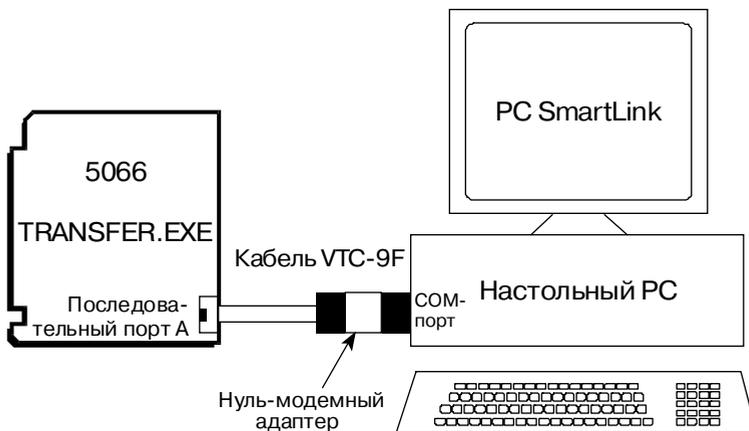

Рис. 9. Передача файлов с использованием TRANSFER.EXE
1. Выполните присоединения оборудования, как показано на рис. 9.